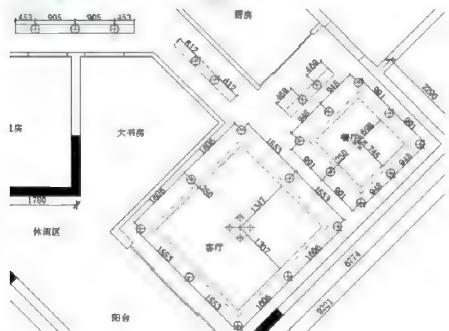

图 8-16
**步骤8:** 使用插入块工具 $\text{I}$ , 将前面绘制的吊灯和筒灯插入客厅、餐厅和过道的适当位置, 如图8-16所示。